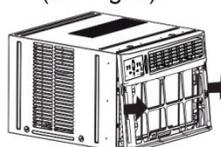

Fig.3
4. Empuje el extremo del gabinete de metal para liberar las lengüetas de plástico de cada lado del panel frontal (ver Fig. 3).